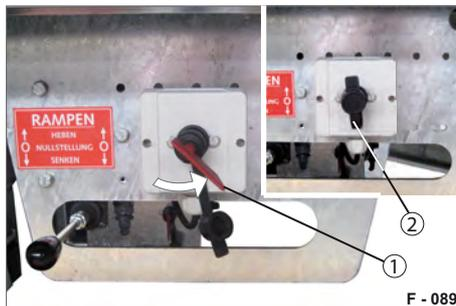

Abb. 42 Bedienstelle
- ▶ Strom-Schalter (Abb. 42/1) auf OFF drehen.
- ▶ Abdeckkappe (Abb. 42/2) aufstecken.